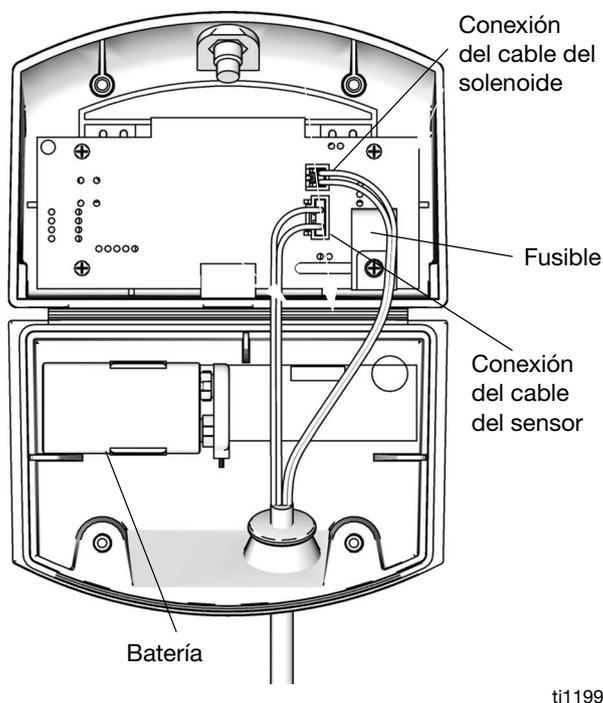

FIG. 20. Ubicación de la pila y el fusible del DataTrak
5. Desconecte la pila usada y sustitúyala por una aprobada. Consulte la FIG. 20.